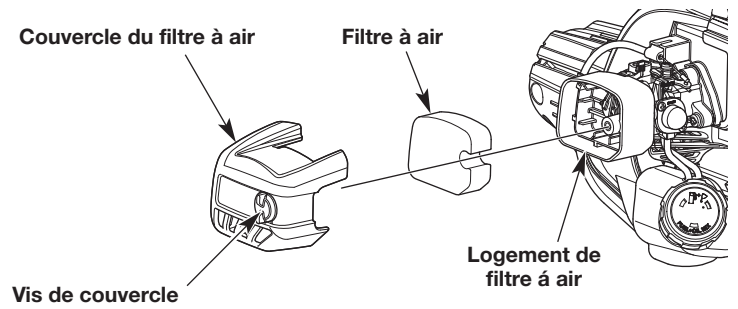

Fig. 14
1. Ouvrez le couvercle du filtre à air en desserrant la vis du couvercle (Fig. 14).
2. Retirez le filtre à air du logement du filtre à air (Fig. 14).
6. Réinstallez le filtre à air dans le logement du filtre à air (Fig. 14).